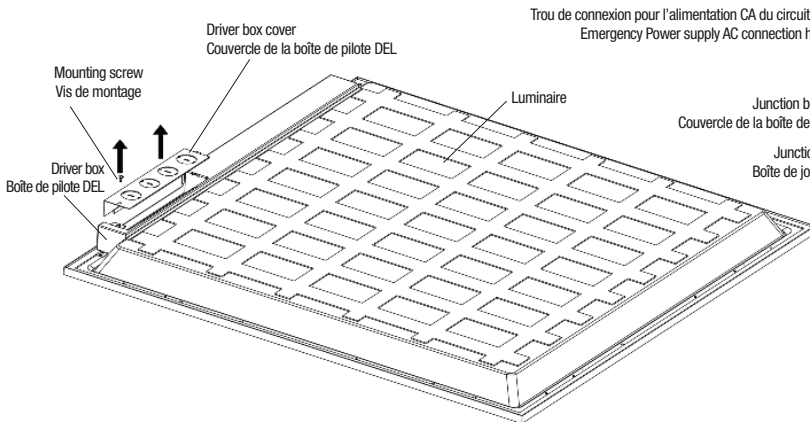

Fig. 1
MONTAGE SUSPENDU HORIZONTAL (Fig. 1)
1. Unscrew the mounting screw and remove the driver box access cover (Fig. 1).
1. Dévisser la vis de montage et retirer le couvercle d'accès de la boîte de pilote des DEL (Fig. 1).
1. Check if the luminaire can fit into the metallic frame by using Fig. 1 table.
1. Vérifier si le luminaire peut être installé dans le cadre métallique à l'aide du tableau de la Fig. 1.